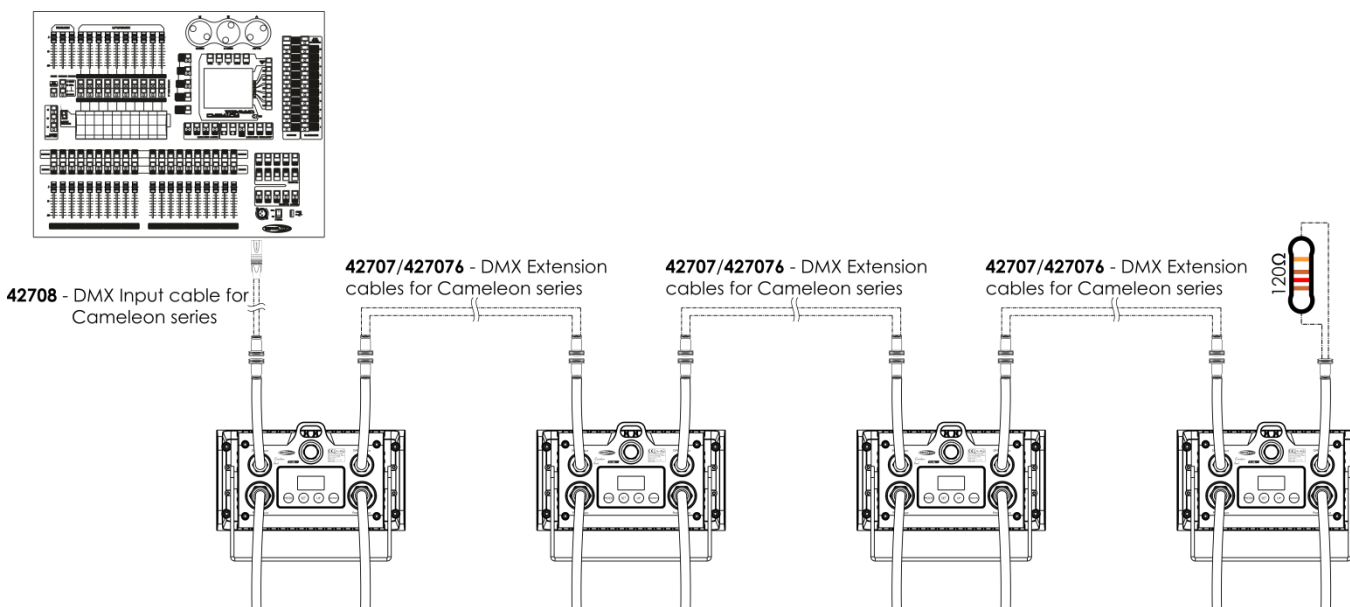

Fig. 04
- 04) Collegare le unità come indicato nella Fig. 04. Collegare un controller luci all'"ingresso" DMX della prima unità, servendosi del cavo di ingresso DMX 42708. Collegare la presa "out" della prima unità alla presa "in" della seconda unità, servendosi del cavo prolunga DMX 42707/427076, collegare la seconda e la terza unità servendosi del cavo prolunga DMX 42707/427076.